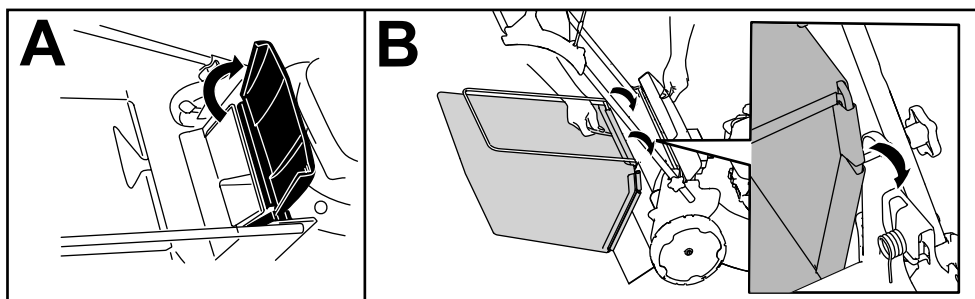

Figure 20
- Soulevez le déflecteur arrière et gardez-le dans cette position (A de la Figure 20).
- Montez le bac à herbe en veillant à placer les ergots dans les crans du support du guidon (B de la Figure 20).